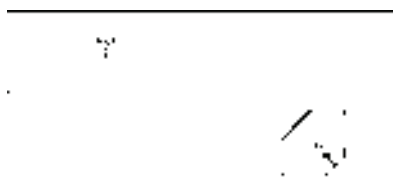

图 13-41 插入淋浴间图形
9) 在命令行中输入 A, 调整淋浴间图形的角度, 点取插入点, 插入淋浴间图形的结果如图 13-41 所示。